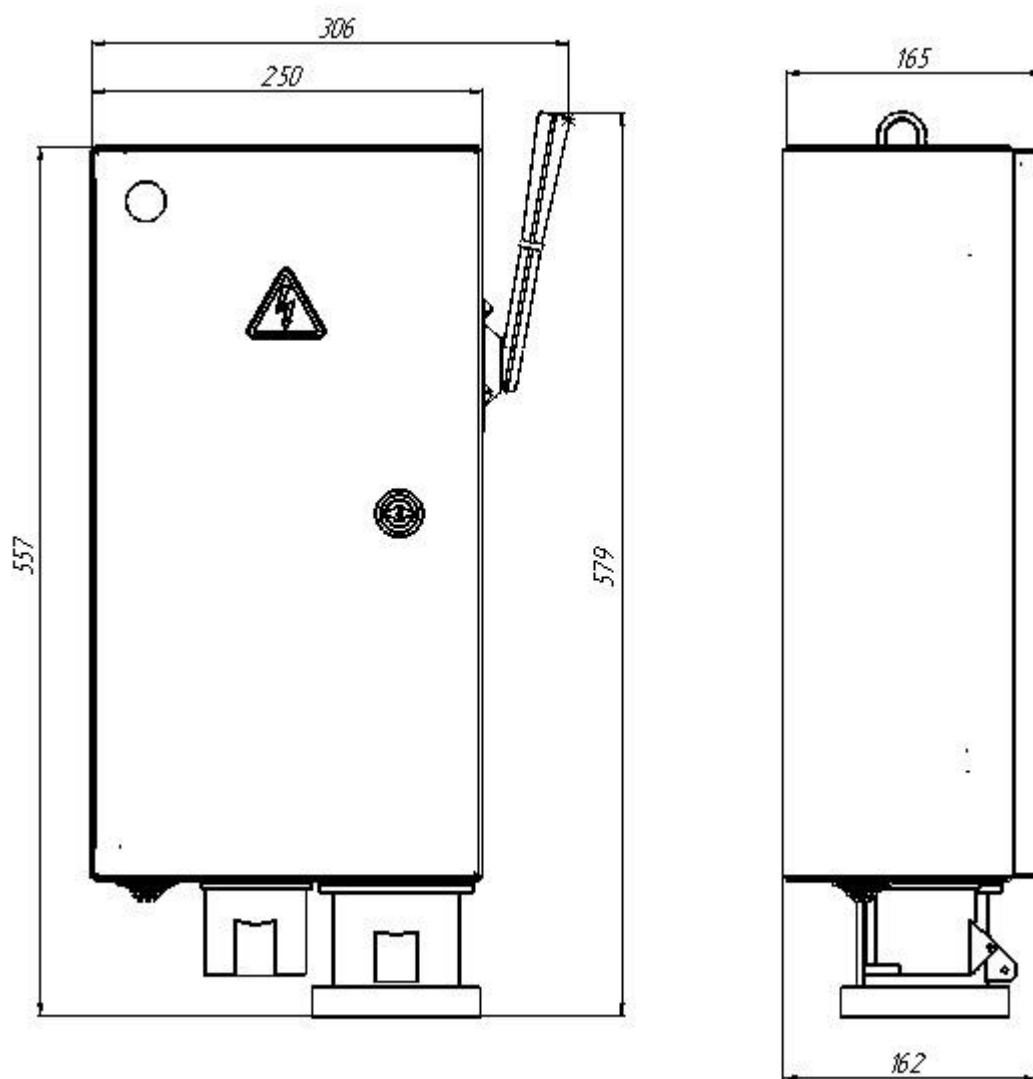

Рис.1 Внешний вид, габаритные и установочные размеры корпуса ящика силового ЯРП-100К-IP54-У3-004-Узола.
2.13 Габаритные и установочные размеры	- см. рис.1;